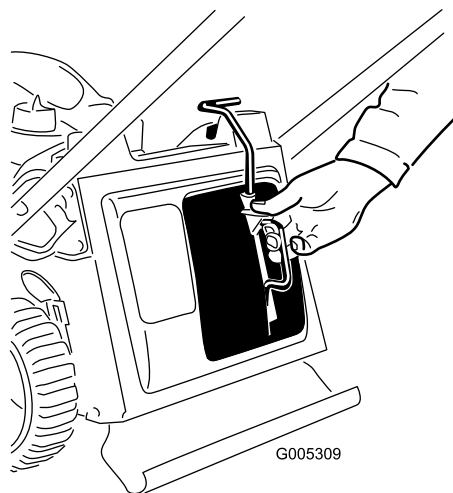

Рисунок 33
3. Установите заглушку для мульчирования (Рисунок 33).